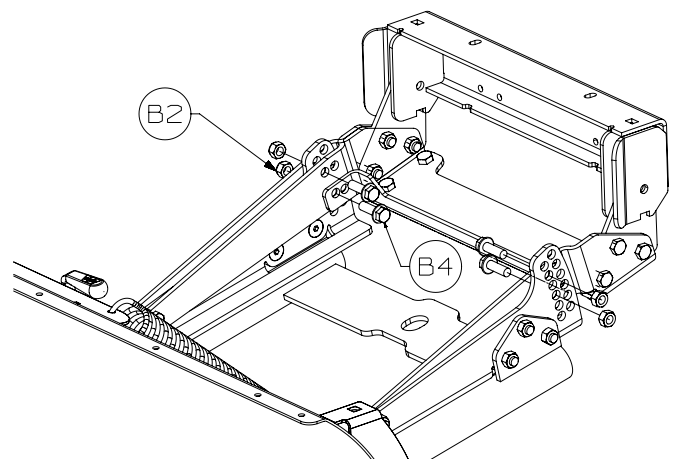

Figure 6
9. Le système de lame étant de niveau, installez les fixations M10 (B4, B2) dans la configuration de trous la plus susceptible de maintenir le système de lame de niveau. Voir la figure 6.